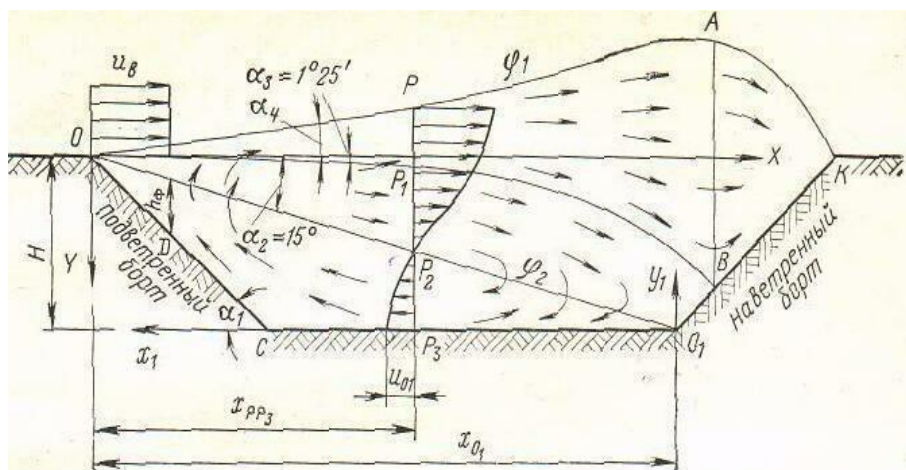

Рис. 2. Рециркуляционная схема проветривания:
• Длина карьера по низу: $L_{\text{низ}} = 100 + 10 \cdot N_{\text{ВАР}}$, м; • Глубина карьера: $H_{\text{к}} = 150 + 5 \cdot N_{\text{ВАР}}$, м; • Угол пограничного слоя: $\alpha_2 = 15 + 0,2 \cdot N_{\text{ВАР}}$, град; • Координаты точек F и G: $F (X = 100 + 5 \cdot N_{\text{ВАР}}, \text{ м}; Y = 25 + 2 \cdot N_{\text{ВАР}}, \text{ м});$ $G (X = 100 + 8 \cdot N_{\text{ВАР}}, \text{ м}; Y = 50 + 5 \cdot N_{\text{ВАР}}, \text{ м})$  Рис. 2. Рециркуляционная схема проветривания